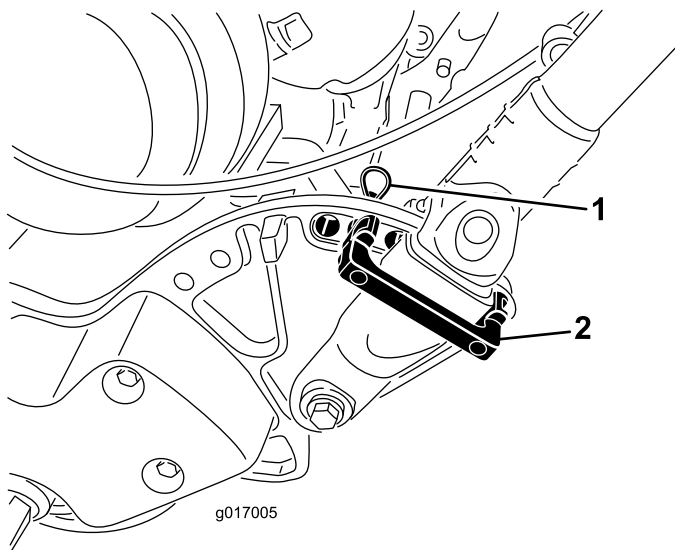

Bild 6
1. Stützen Sie den Griff ab und nehmen Sie gleichzeitig die Kabelbinden ab, mit denen die Griffklemmen an den Seitenplatten befestigt sind (Bild 6).
2. Drehen Sie den Griff in die gewünschte Einsatzposition; setzen Sie eine Griffbefestigung über die Griffklemmen und in die entsprechenden Löcher in der Seitenplatte ein (Bild 6).
3. Arretieren Sie die Klemme mit einem Splint (Bild 6).